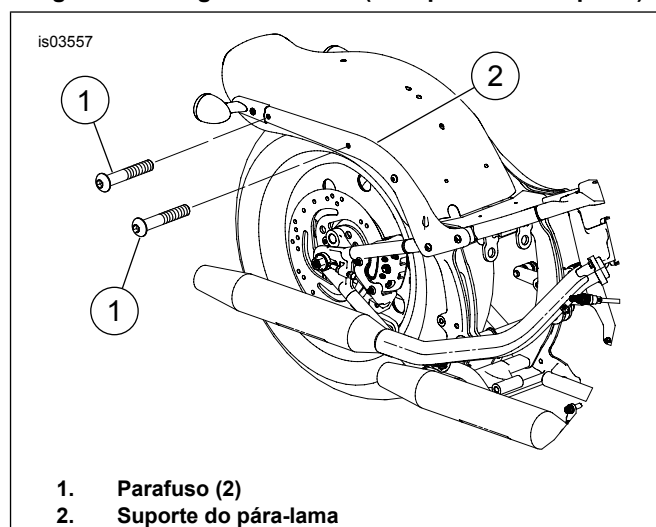

Figura 2. Ferragem existente (sem pontos de suporte)
- a. Veja a Figura 2. Remova e descarte os parafusos (1) do suporte do pára-lama (2).